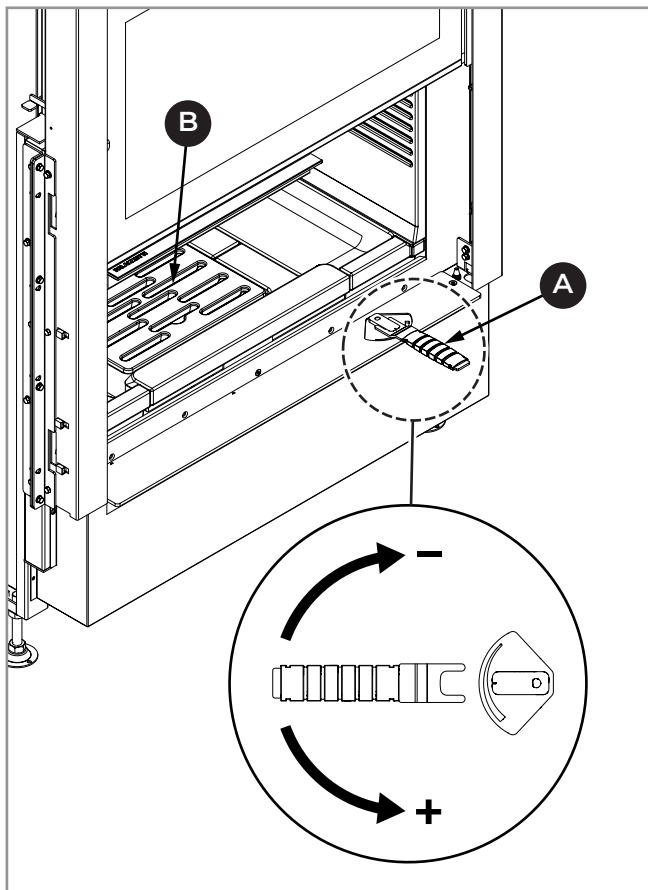
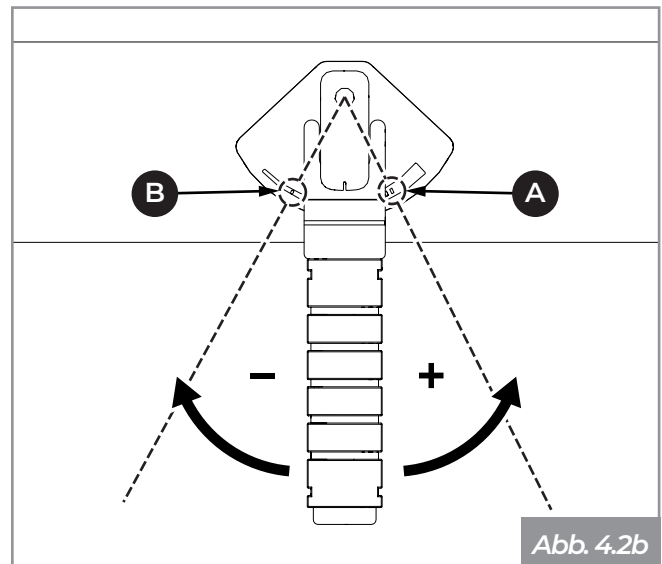
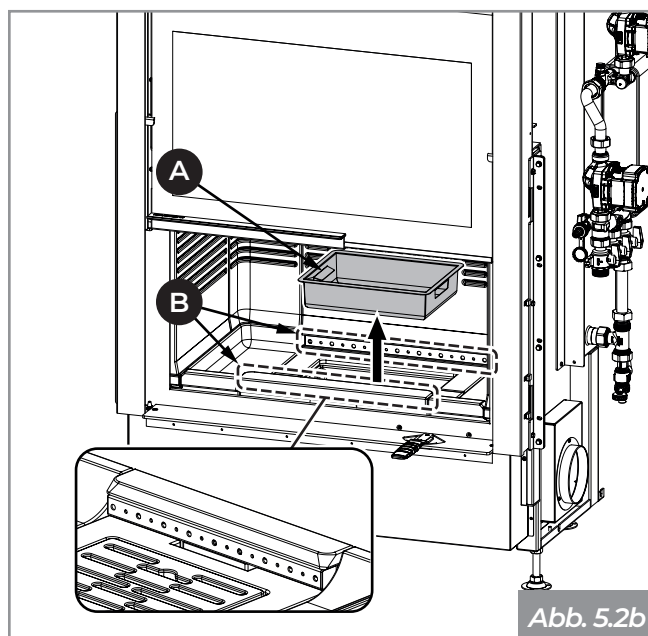

Abb. 4.2a
Abb. 4.2b
Abb. 5.2b
2. Mit dem mitgelieferten „kalten Griff“ (**A - Abb. 4.2a**) die Einstellvorrichtung der Hauptluft vollständig (+) öffnen (**A - Abb. 4.2b**).
3. Die Holzscheite vorsichtig in die Brennkammer legen. Darauf achten, die Schlitze im Rost (**B - Abb. 4.2a**) und die vorderen und hinteren Öffnungen des Verbrennungsluftverteilers nicht vollständig abzudecken (**B - Abb. 5.2b**);
8. Den Lufteinlass offen halten, um eine hohe und helle Flamme zu gewährleisten (**A - Abb. 4.2b**);
9. Die Lufteinlassöffnung erst dann mithilfe des „kalten Griffs“ verkleinern (**B - Abb. 4.2b**), wenn sich eine gute Glutbasis gebildet hat.
Die Aschenlade aus dem Unterbau herausziehen und Asche, die sich möglicherweise in den darunterliegenden Räumen abgelagert hat, heraussaugen (**A - Abb. 5.2b**).
Die vorderen und hinteren Öffnungen des Verbrennungsluftverteilers absaugen, um mögliche Ascheansammlungen zu vermeiden (**B - Abb. 5.2b**).